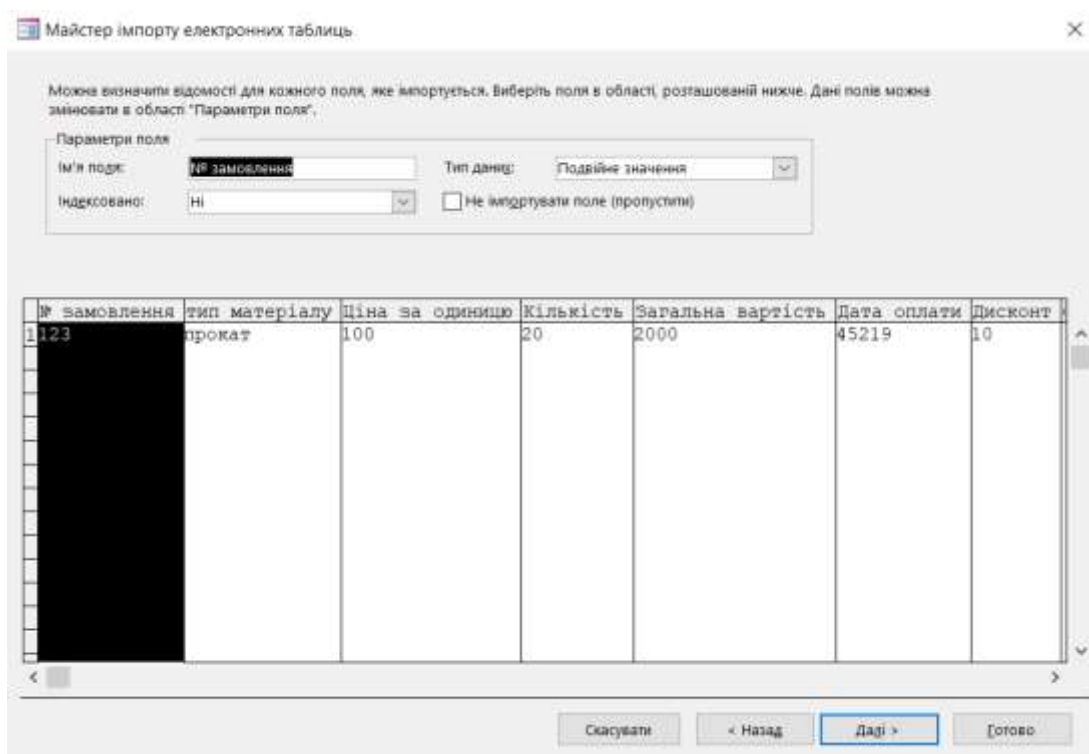

Рисунок 3.18 – Вікно вибору параметрів стовпців під час імпорту даних
- якщо обрали перше положення перемикача, то опишіть властивості полів таблиці. Для цього виберіть параметри стовпця, клацнувши лівою кнопкою маніпулятора на ньому і вказавши його властивості під час імпортування даних таблиці (рисунок 3.18). Окремі